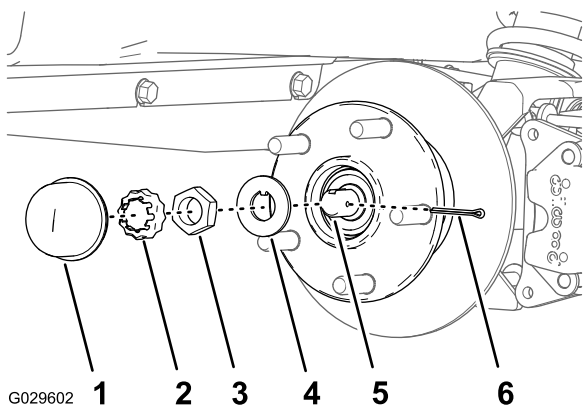
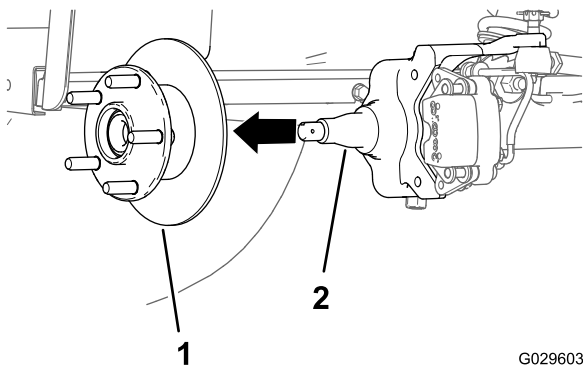

Figura 32
Figura 33
4. Retire el tapón guardapolvo del cubo (Figura 32).
5. Retire la chaveta y el retén del eje/tuerca del eje (Figura 32).
6. Retire la tuerca del eje, y separe el conjunto de cubo y rotor del eje (Figura 32 y Figura 33).